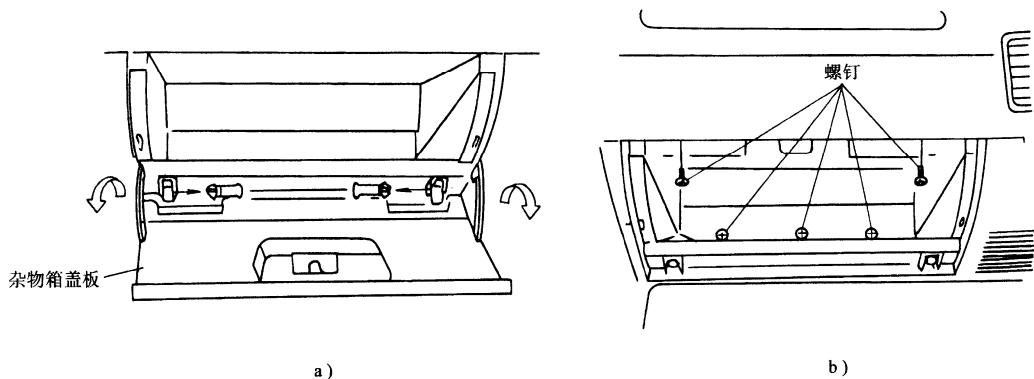

图 10-32 拆下杂物箱
1) 将杂物箱盖板完全打开, 拆下弹簧夹, 拆下杂物箱盖板, 见图 10-32。